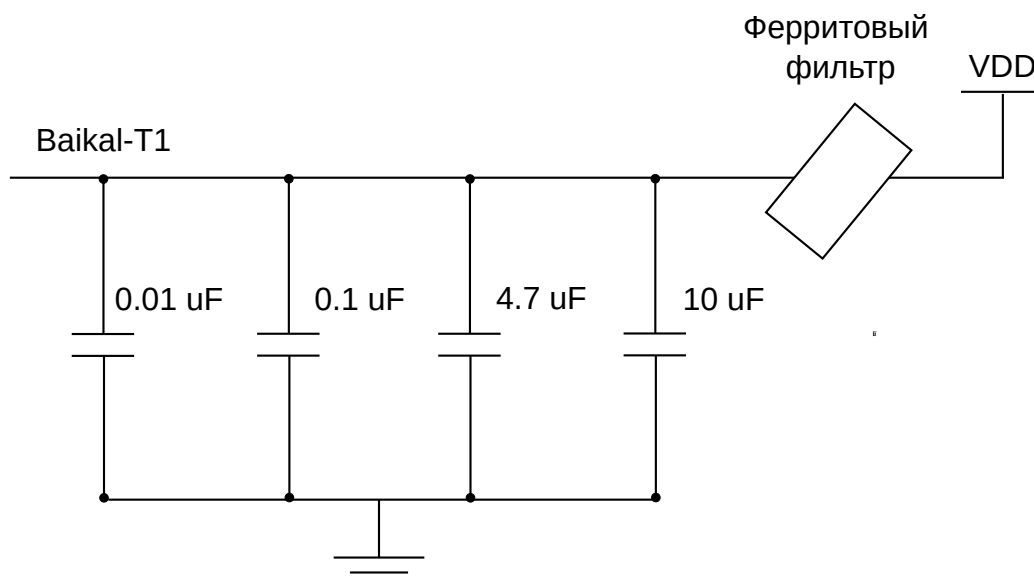

Рисунок 2 - Подключение доменов питания 0,95/1,5/1,8 В
- 1) Может соединяться на плате с другими доменами питания с напряжением 0,95 В (например, VDD) с помощью банка конденсаторов (0,01 мкФ, 0,1 мкФ, 4,7 мкФ, 10 мкФ) и ферритового фильтра (MPZ1608S101АТАН0 или подобного), см. рисунок 2.
- 2) Может соединяться на плате с другими доменами питания с напряжением 1,5 В с помощью банка конденсаторов (0,01 мкФ, 0,1 мкФ, 4,7 мкФ, 10 мкФ) и ферритового фильтра (MPZ1608S101АТАН0 или подобного), см. рисунок 2.
- 3) Может соединяться на плате с другими доменами питания с напряжением 1,8 В с помощью ферритового фильтра (MPZ1608S101АТАН0 или подобного) и банка конденсаторов (0,01 мкФ, 0,1 мкФ, 4,7 мкФ, 10 мкФ) для VSATA_18 или банка конденсаторов (0,1 мкФ, 0,1 мкФ, 0,1 мкФ, 1,0 мкФ, 10 мкФ) для VDDR_18, см. рисунок 2.